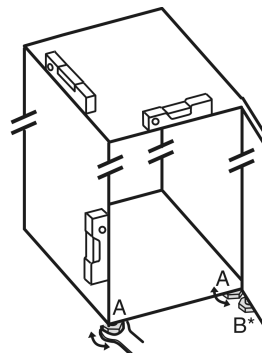

Fig. 19
- Svitare i piedini regolabili *Fig. 19 (A)* con la chiave a forchetta contenuta nella fornitura e con l'aiuto di una bilancia idrostatica, finché l'apparecchio non si trova in posizione stabile e piana.
- Con la chiave a forchetta in dotazione, svitare il piedino regolabile *Fig. 19 (B)* sul cuscinetto di supporto inferiore, fino a farlo appoggiare sul pavimento.
- Continuare a ruotare il piede di regolazione *Fig. 19 (B)* per un massimo di 90°, per evitare un danno alla porta.